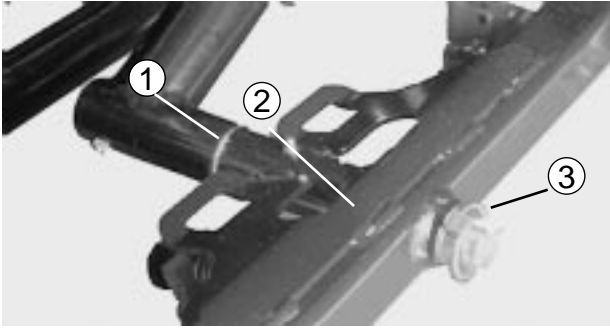

図 19
### カッティングユニットを取り付ける（図19～21）
2. ピボット・ロッドに、カッティングユニットのキャリア・フレームを取り付け、リンチピンで固定する（図19）。